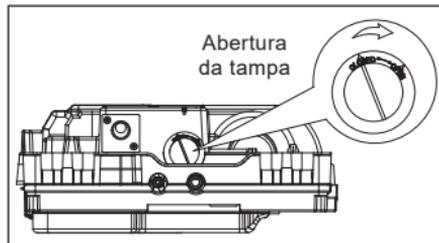

FIG. 52
2. Remova a tampa de teste girando-a conforme indicado na Fig. 52 para conectar a saída de água de teste. Encha o reservatório de água e, ao mesmo tempo, observe se há água descarregada da saída de drenagem. Certifique-se de que a água é descarregada normalmente pela drenagem.
5. Desligue a fonte de alimentação, remova a água manualmente usando o bujião de drenagem e coloque a tampa de teste de volta na posição original, girando-a no sentido contrário ao de abertura (Fig. 52).